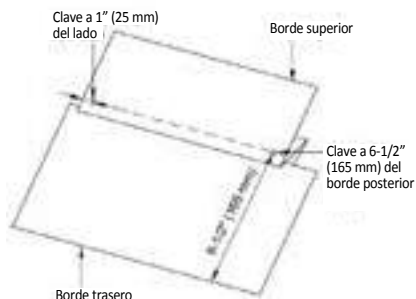

Figura 6
- Utiliza cuatro clavos para sujetar, dos clavos a cada lado, colocados a 9 1/4" (235 mm) por detrás del borde plegado expuesto y a 1" (25.4 mm) y 2" (51 mm) en el interior del borde en la parte con doble capa de la teja de cumbrera. (Consulta la Figura 6) NO coloques clavos en la veta de autosellado.
(Figura 6)